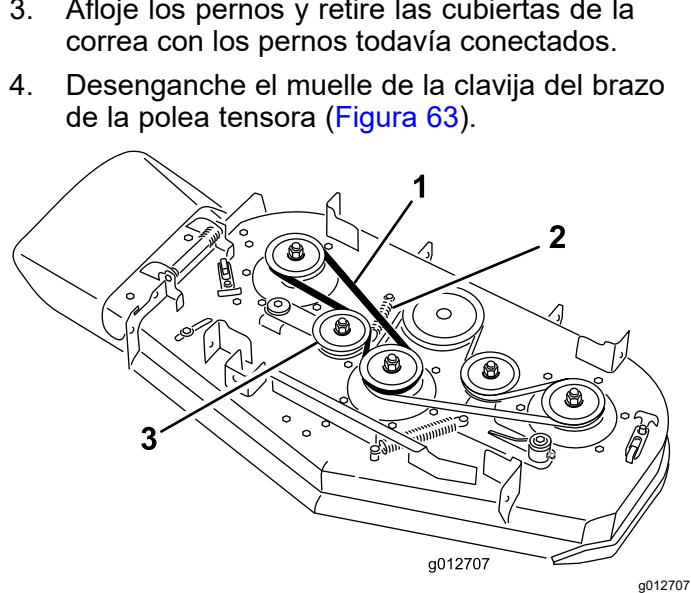

Figura 64
- Instale la correa del cortacésped que retiró anteriormente o una correa nueva alrededor de las poleas de la carcasa derecha y la polea tensora (Figura 64).
- Retire la correa de la carcasa derecha del cortacésped (Figura 64).